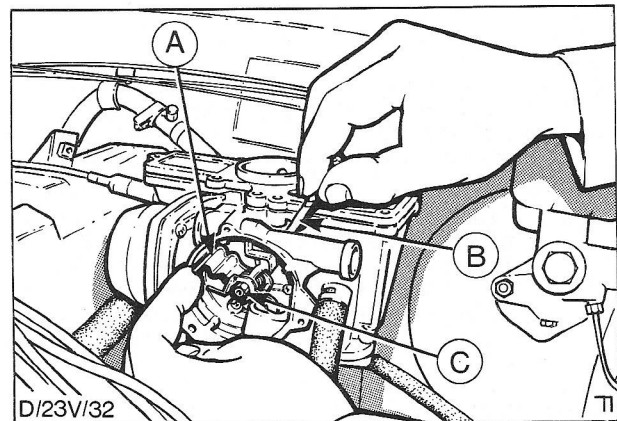

Fig. 67 Chokemengsel afstellen.
- iii) Steek de schacht van een spiraalboortje van de voorgeschreven diameter in het gat en schuif het boortje vervolgens geheel door de boring in de centrale chokeas; Fig. 67. Zie de Technische gegevens voor de juiste diameter van het boortje.
- iv) Draai de centrale moer los waarmee de chokebedieningsarm op de chokeas is vastgezet; zie 'C' in Fig. 67.
- v) Laat het boortje op zijn plaats, draai de chokebedieningsarm tot de aanslag rechtsom en zet de centrale moer weer vast. Zie Fig. 67.